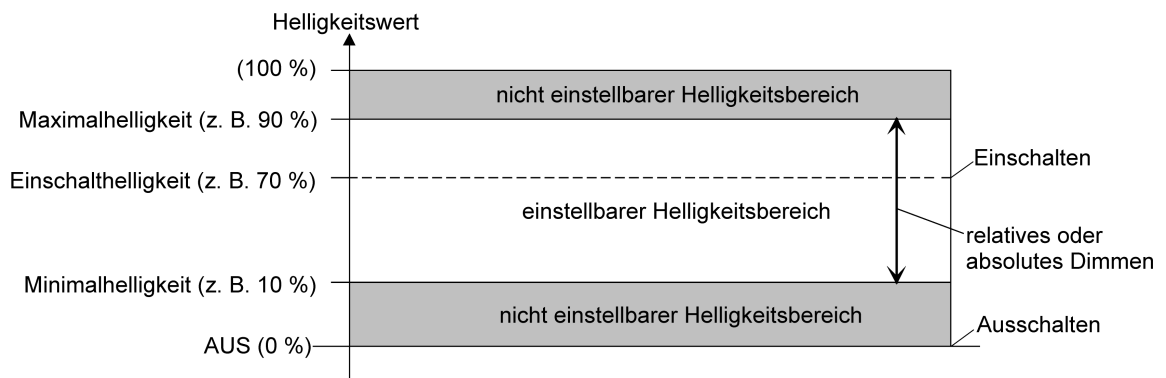

Bild 7: Beispiel eines Helligkeitsbereiches mit Minimalhelligkeit
- Definition der unteren Helligkeitsgrenze mit Minimalhelligkeit (siehe Bild 7):